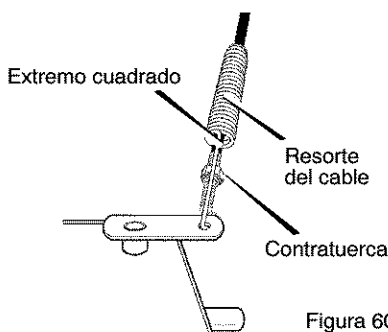

Figura 60
3. Meta el cable por el resorte hasta exponer la porción roscada del cable (Figura 60).